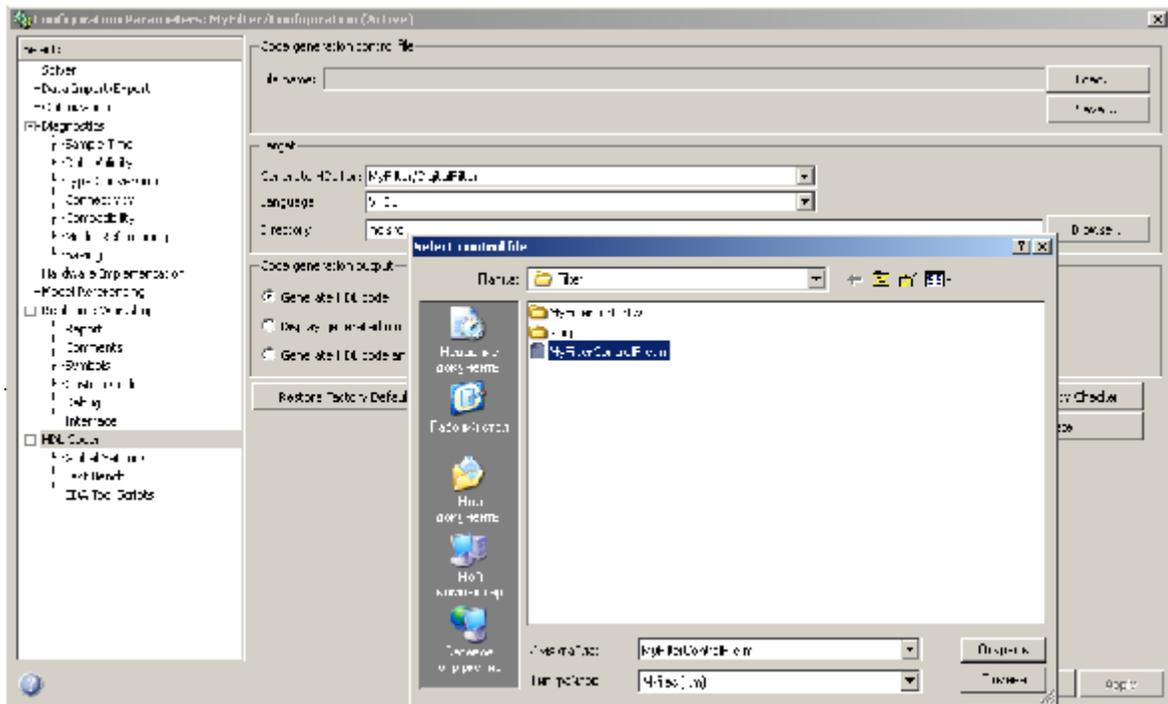

Рисунок 13 – Выберите сгенерированный MyFilterControlFile в качестве Code generation control file
6. Укажите созданный MyFilterControlFile в качестве Code Generation Control File. Для этого переключитесь в окне диалога Configuration Parameters нажмите на кнопку Load и в открывшейся директории выберите для загрузки MyFilterControlFile (рис. 13).